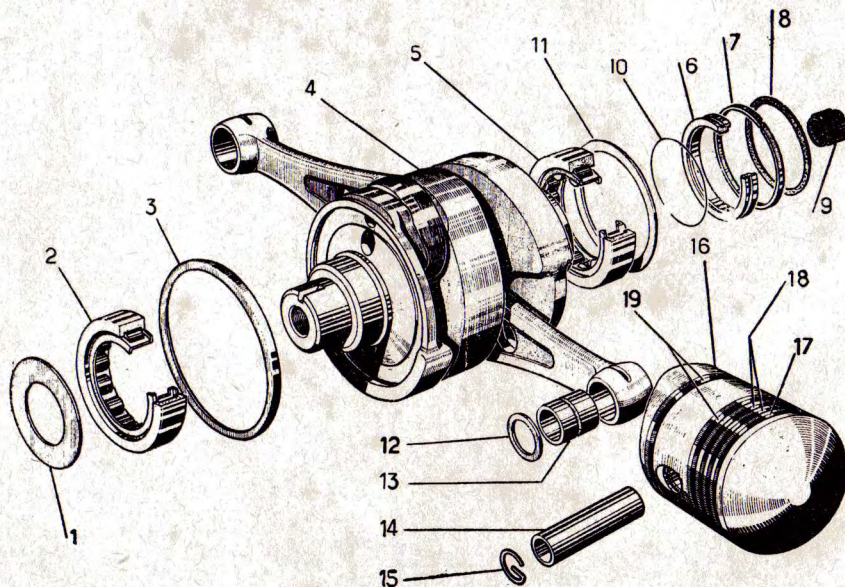

Fig. 7. — Embiellage
- les contre-écrous (20) et les pivots complets (19) (fig. 7 page 48).
- Sortir les culbuteurs (18).
- Ne déposer les guides de culbuteurs (22), l'écrou (21) et la vis (23) qu'en cas de nécessité.
- Déposer le dispositif de rappel des soupapes par les cages des culbuteurs et après avoir déposé le palier (7) (fig. 7 page 48).
• Monter, à l'arrière, la bague porte-segment (6) et son segment d'étanchéité (7), le joint de la bague (8) et enfin la cartouche INA (9) de centrage de l'embrayage (fig. 7).
• Monter les leviers de rappel avec leurs trente-sept aiguilles et le palier supérieur (7) (fig. 7, page 48); après montage le jeu doit être de 0,10 à 0,15 mm, le réglage pourra être effectué par les cales (6) (fig. 7, page 48), montées sous le palier (7).